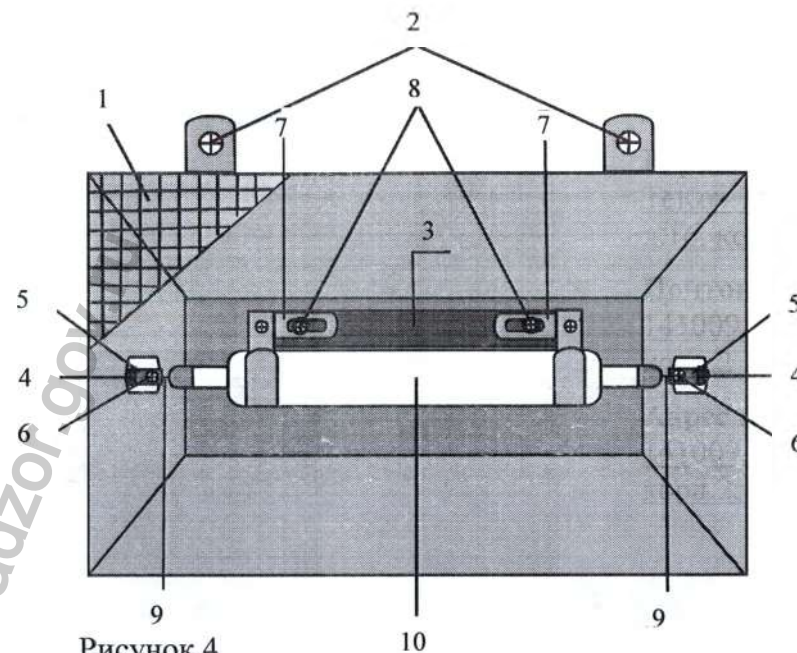

Рисунок 4
| УФ-лампа не зажигается или периодически вспыхивает, при этом индикатор наличия напряжения на переключателе «Сеть» светится. | 1. Ослабли контакты лампы.2. Неисправна лампа. | 1. Подтянуть винты зажима контактов лампы (Рис.4 поз.6).2. Заменить лампу. |
11.2. Открутить винты крепления (Рис.4 поз.2).
11.3. Снять рамку с защитной сеткой (Рис.4 поз.1).
11.4 Открутить винты крепления лампы (Рис.4 поз.8).
11.5. Снять кронштейн лампы (Рис.4 поз.3).
11.6. Держа рукой за один из наконечников (Рис.4 поз.5), сдвинуть лампу (Рис.4 поз.10) в ту или иную сторону и вывести из сцепления с пружинным контактом (Рис.4 поз.4).
11.7. Вынуть лампу (Рис.4 поз.10).
11.8. Ослабив винты крепления (Рис.4 поз.6), снять наконечники с лампы (Рис.4 поз.5).
11.10.Одеть наконечники (Рис.4 поз.5) на контакты лампы (Рис.4 поз.9) не затягивая винты (Рис.4 поз.6).
11.11. Установить один из наконечников на выступающую часть пружинного контакта (Рис.4 поз.4).
11.13. При необходимости, повернуть лампу, совместив отверстия крепёжного ушка лампы (Рис.4 поз.7) и кронштейна (Рис.4 поз.3).
11.14. Закрутить винты крепления (Рис.4 поз.8).
11.15. Закрутить винты крепления (Рис.4 поз.6).
11.17. Установить рамку с защитной сеткой (Рис.4 поз.1).
11.18. Завернуть винты крепления (Рис.4 поз.2).